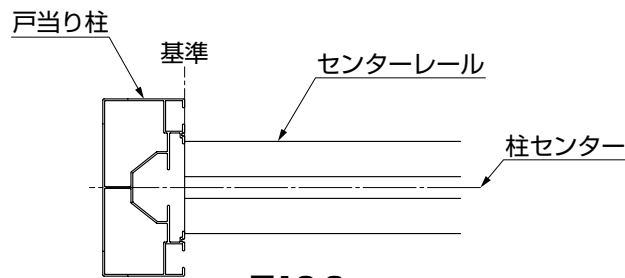

図10-2
①片開き仕様の場合は、戸当り柱を基準にして、柱センターに「センターレール」設置してください。(図10-2参照)
(2) 両開きの場合